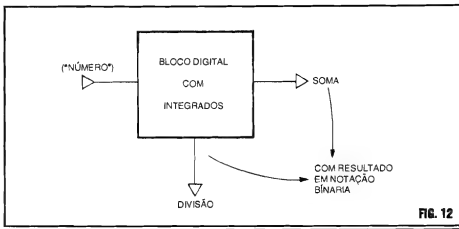

FIG. 12
- FIG. 12 - EXPLORANDO A MÁXIMA AS POTENCIALIDADES DOS BLOCOS INTEGRADOS EM FUNÇÕES DE CONTAGEM... - Já deve ter dado para o caro Leitor/"Aluno" perceber as potencialidades e habilidades que os blocos digitais têm, para "lidar com números"... Entretanto, o seu mais